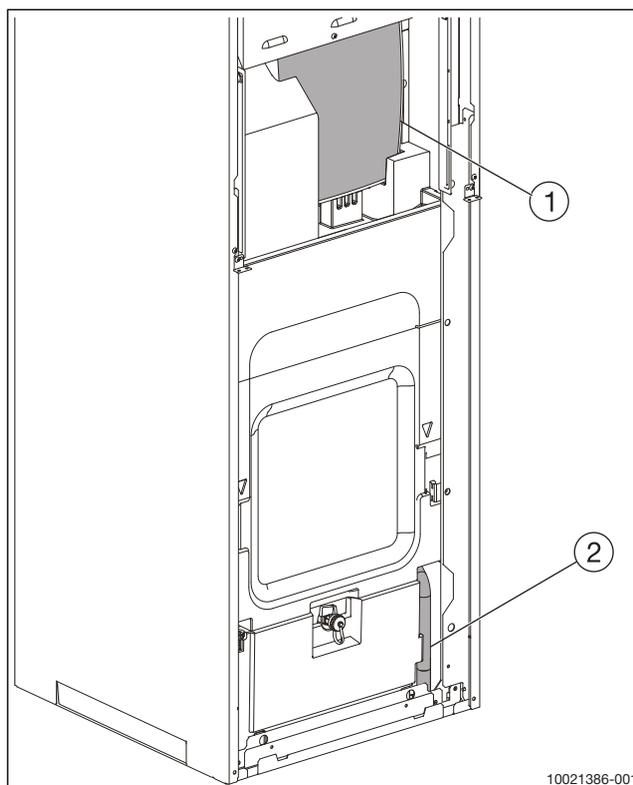

Fig. 11 Vue avant du tuyau d'écoulement
- ▶ Raccorder le tuyau d'évacuation et la soupape de sécurité à une évacuation (voir fig. 11 et 12).
- ▶ Raccorder le tuyau d'évacuation ([2], fig. 11) à une évacuation à l'abri du gel ou directement à une évacuation murale.